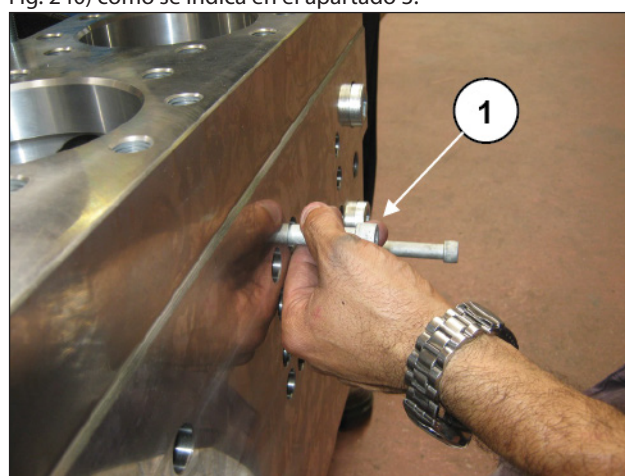
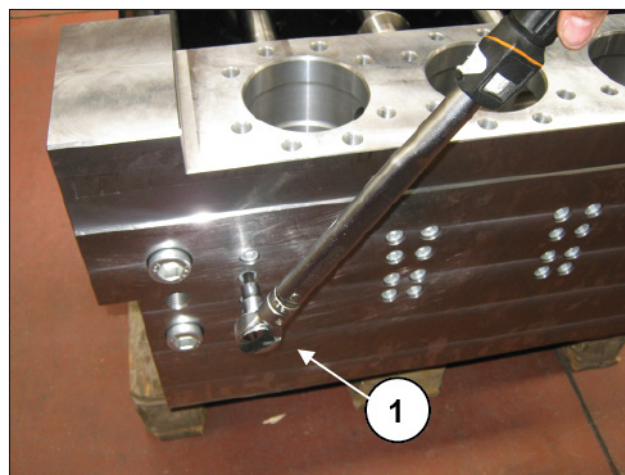

Fig. 239
Fig. 240
Introducir los tornillos M12 de fijación del soporte de la camisa en los alojamientos de la parte delantera de la cabeza (pos. ①, Fig. 239) y apretarlos con la llave dinamométrica (pos. ①, Fig. 240) como se indica en el apartado 3.